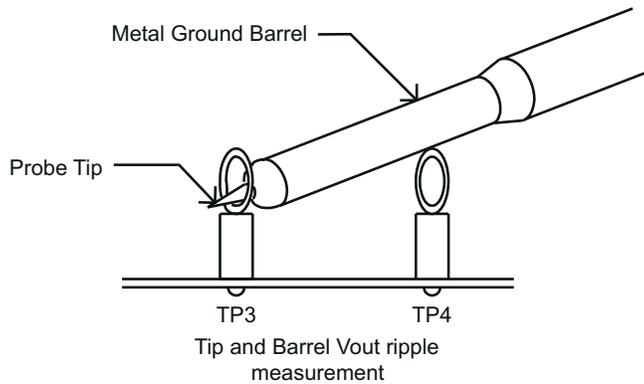

图 5-2. 输出纹波测量 - 使用 TP3 和 TP4 的尖端和接地筒
2. 按照图 5-2 将具有裸露金属接地筒的示波器探头连接到 TP3 和 TP4 。